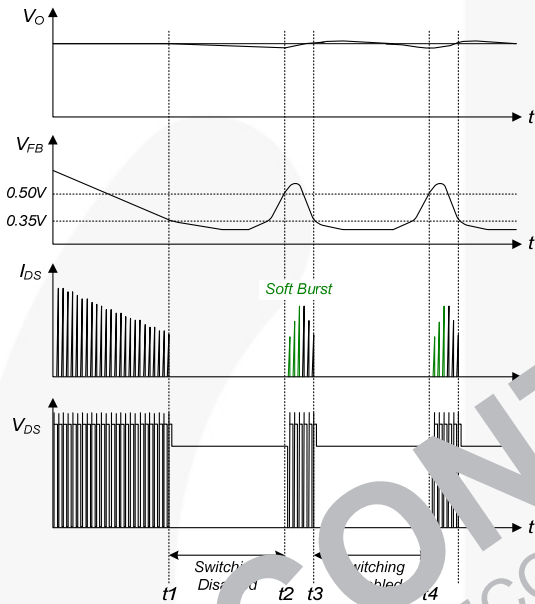

图 26. 软间歇模式运行
**5. 软间歇模式:** 为最大程度地降低待机模式下的功耗, FSL137MRIN 会进入间歇运行模式。随着负载减小, 反馈电压也随之减小。如图 26 所示, 反馈电压降至  $V_{BURL}$  (350 mV) 以下时, 器件自动进入间歇模式。此时, 开关过程停止, 输出电压开始降低, 降低的速率取决于待机电流负载。这会导致反馈电压上升。一旦此值超过  $V_{BURH}$  (500 mV), 开关操作将恢复。反馈电压则随之降低, 此过程重复进行。间歇模式交替启用和禁用 SenseFET 开关过程, 从而减少待机模式下的开关损耗。